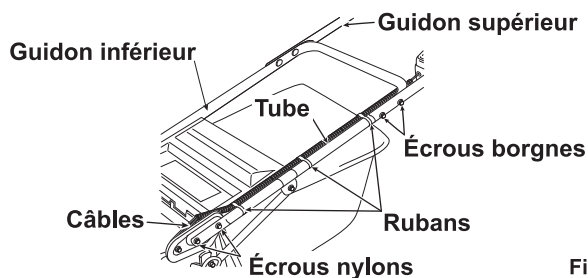

Fig. 1
1. Installez le guidon inférieur sur la machine (avec quatre écrous nylons). (Voir Figs. 1, 2 et 3)